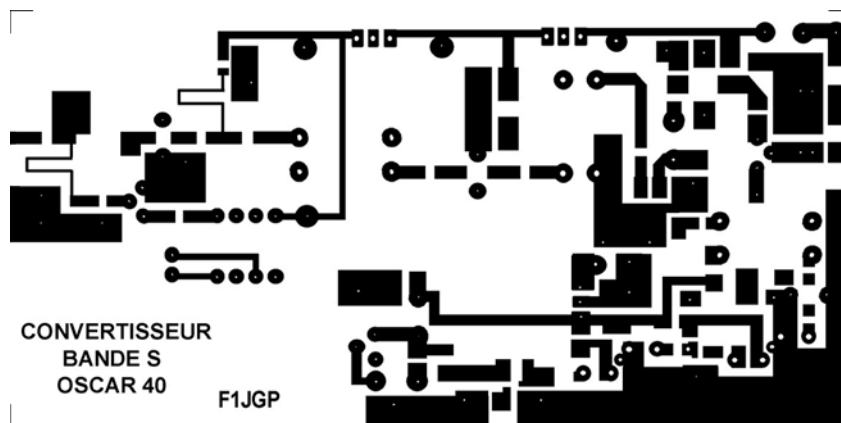

Figure 5.
- Découper le circuit époxy à la taille du boîtier 111 x 55 x 30 mm (voir figure 5).